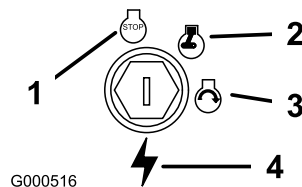

Figura 11
3. Girate la chiave di accensione in posizione Off (Figura 11).